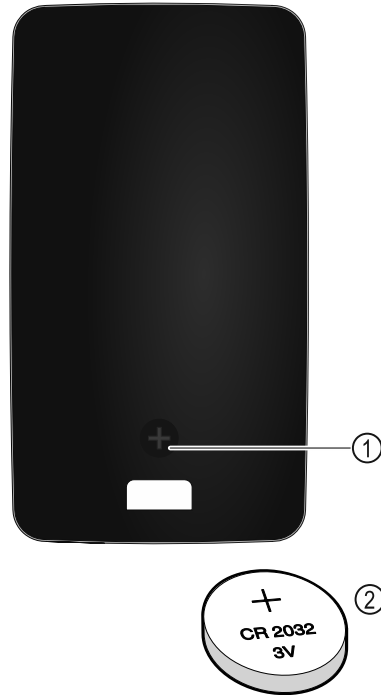

Fig. 216
Електроживлення дистанційного керування відбувається через батарею тип CR 2032 з 3В Fig. 216 (2), яку можна отримати в спеціальних магазинах.
- ▶ Викрутити гвинт Fig. 216 (1) дистанційного керування.